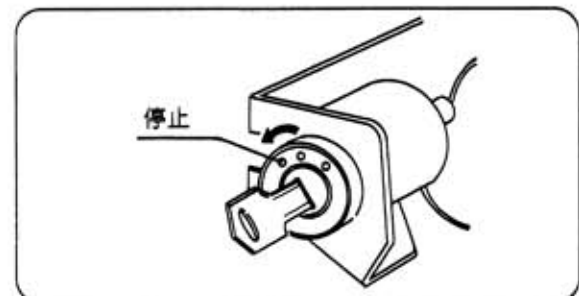

図14
- ④ キースイッチを左へ回してOFF (停止) 位置にすると停止できます。(図14)